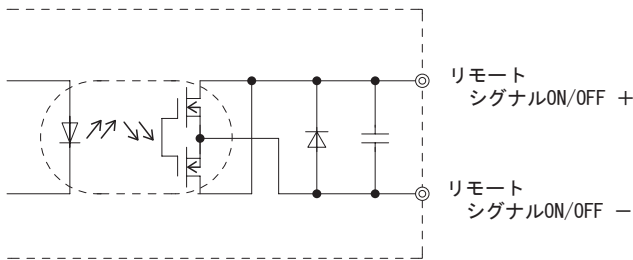

図1.5 リモートシグナルON/OFF内部回路
- リモートシグナル ON/OFF 端子 (SCHA10000T : CN1 ~ 4, SCDA10000T : CN1, 2) によって、外部電源ユニット (DC-DC コンバータ等) の ON/OFF 制御が可能です。内部回路を図 1.5 に示します。仕様につきましては、表 1.1 をご参照ください。リモートシグナル ON/OFF 端子配列は、フロントパネル詳細図をご参照ください。